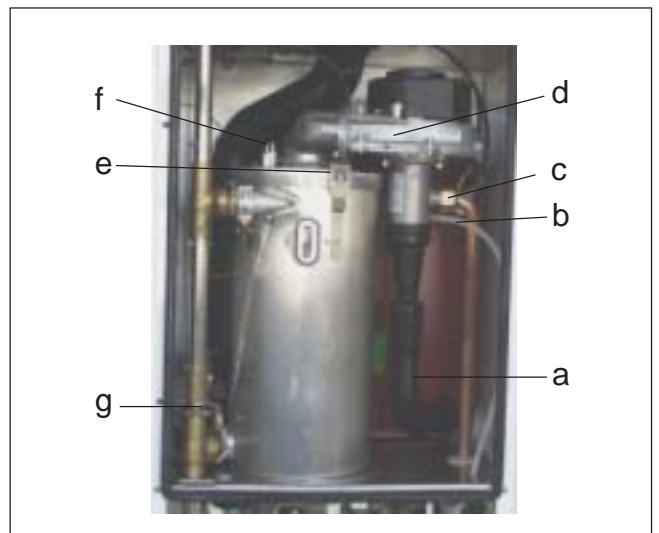

Bild 3: Bauteile
- Nehmen Sie das Ansaugrohr (**a**) ab, **Bild 3**.
- Ziehen Sie den Steuerschlauch (**b**) von der Mischkammer ab, Bild 3.
- Lösen Sie die Überwurfmutter (**c**) an der Mischkammer und entnehmen Sie die Gasdrosselblende, **Bild 3** (Bei Erdgas LL ist keine Gasdrosselblende eingebaut).
- Drehen Sie den Ventilator (**d**) aus seinem Verschluss, **Bild 3**. Heben Sie dazu das Sicherungsblech (**e**) an. Ziehen Sie die Anschlußkabel ab und entfernen Sie den Ventilator.
- Entfernen Sie die Sicherungsklammer (**g**) an der Schwenkachse, Bild 3.